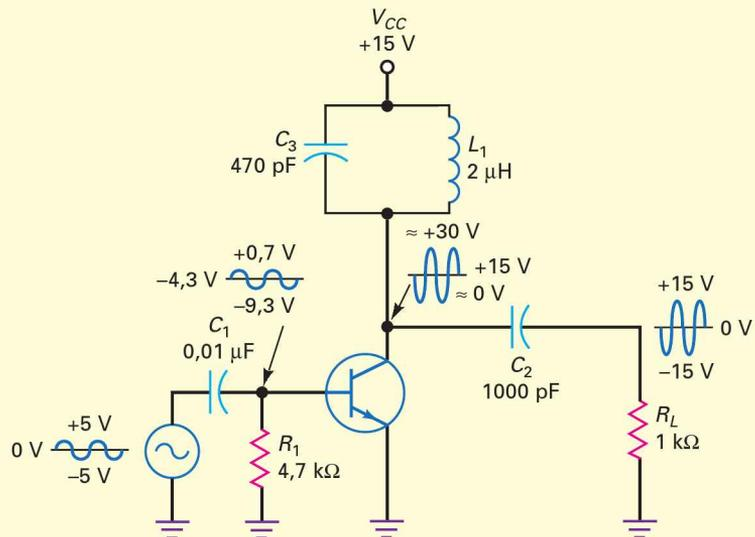

Figure 10.27
Décrivez le fonctionnement du montage de la figure 10.27.
D'après la figure 10.27, le signal d'entrée possède une valeur crête à crête de 10 V. Il est décalé négativement à la base du transistor avec une crête positive à +0,7 V et une crête négative à -9,3 V. La tension moyenne sur la base est -4,3 V, elle peut être mesurée par un voltmètre DC haute impédance.
10.11 Avez-vous compris ? Reprendre la figure 10.27 et changer les 470 pF en 560 pF tandis que V_{CC} passe à +12 V. Rechercher alors f_r et V_{out} crête à crête.